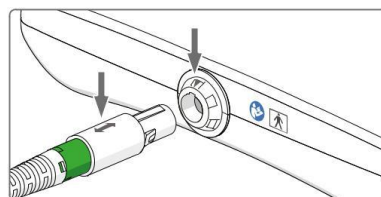

Figura 17. Collegare il cavo principale alla console WoundEL®
2. Collegare il cavo principale alla console WoundEL® : inserire la spina rotonda del cavo principale nella presa, senza torcerla, fino a udire un “clic”. La freccia sul connettore del cavo va diretta verso l’alto (v. *Figura 17*). Per disinserire il cavo principale, rimuovete il connettore senza torcerlo.